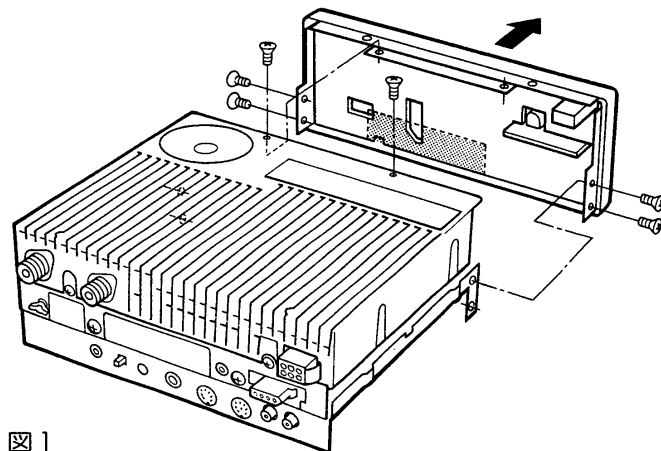

図1
- ①分解手順(45)ページに従って上下カバーを外します。
- ②前面パネルを取り付けている6本のネジを外します。(図1参照)
①上カバーと下カバーを取り付けている16本のネジを外します。(図1参照)
(図1)